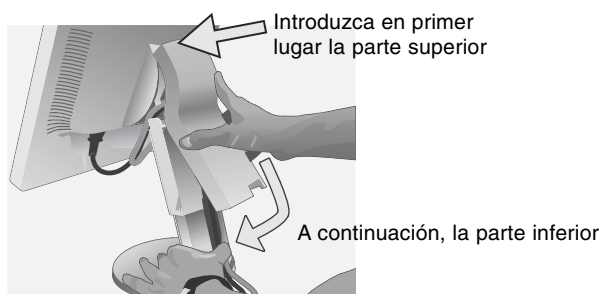
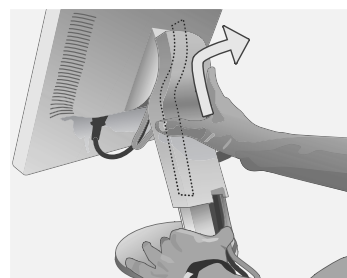

Figura D.1
Figura D.2
9. Sujete firmemente todos los cables y coloque la tapa de los cables sobre el soporte (**figura D.1**). Para quitar dicha tapa, levántela como se indica en la **figura D.2**.